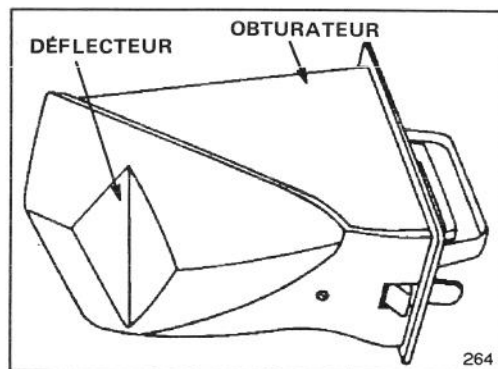

Figure 9
- C. Un obturateur spécial qui se verrouille dans le canal d'éjection de la tondeuse (Un cinquième déflecteur se trouve sur cet obturateur) (Fig. 9)
Il est possible de tondre sans utiliser l'obturateur en fermant le volet du canal d'éjection. L'apparence de la pelouse sera toutefois bien meilleure si cet obturateur est utilisé, étant donné que le déflecteur dont il est équipé (Fig. 9) aide à répandre les déchets sur la pelouse.